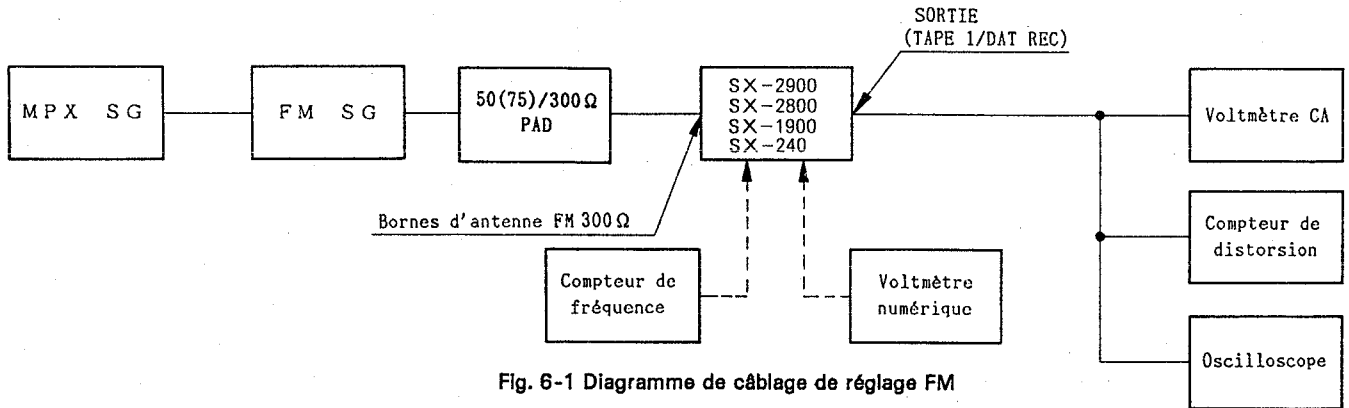

Fig. 6-1 Diagramme de câblage de réglage FM
- Se reporter aux figures 6-1 et 6-3 pour les connexions et points à régler.
- Effectuer le réglage d'oscillateur commandé par variation de tension (VCO) deux minutes ou plus après la mise sous tension (ON).